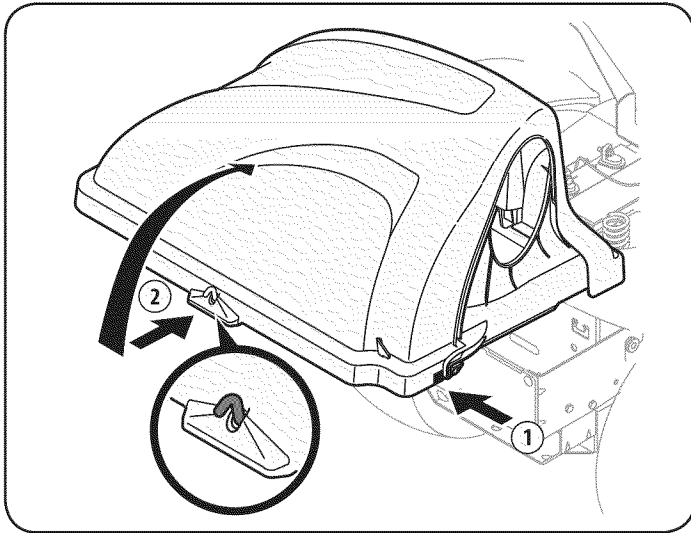

Figure 14
5. Abra el capó empujando la pestaña trasera, lado derecho con la mano derecha, como se ve en la 1 de la Figure 14, y levantar la tapa con la mano izquierda en la parte posterior de centro de la tapa del contenedor, 2.